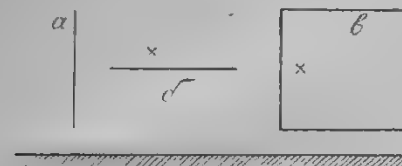

Рис. 3. Формы гертцовских антенн: а — вертикальная, б — горизонтальная, в — изогнутая.
Главное отличие гертцовой антенны от антенны типа Маркони состоит в том, что она симметрична, работает без земли, противовесом в большинстве случаев является другая половина самой антенны и длины как антенны, так и «противовеса» строго определены. Гертцовские антенны преимущественно применяются трех видов: вертикальные, горизонтальные и изогнутые (см. рис. 3). В условиях подвески антенны в горах, где места для этой цели мало, наибольшее распространение получили Гертцовские антенны последнего вида, и можно смело сказать, что три четверти заграничных любителей пользуются именно этим видом антенны.
ельна. Антенна делится электрически, таким образом, на две части: одна из них играет роль непосредственно антенны, другая противовеса для другой части. При возбуждении таким же способом антенны Герца изогнутого вида, катушка связи включается посредине (X) на рис. 3в; верх-
В этом случае катушку связи включают, примерно, в место, обозначенном крестиком (X) на рис. 3б (в место, равном четверти длины провода). Общая длина провода при этом способе возбуждения, примерно, равна длине волны антенны. Только что и в предыдущем изложении было сказано, что длина провода, «примерно», равна длине излучаемой волны или «около» половины длины волны. «Примерно» и «около» даны потому, что действительная длина излучаемой волны несколько меняется в зависимости от величины катушки связи (или действующих в антенне витков катушки контура при авто-